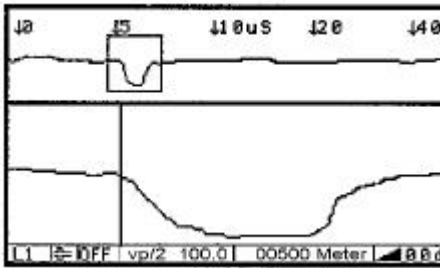

Fig. 6
- (1) Åpen krets: Åpen krets betyr at en eller begge ledere i et par har brudd eller at de er frakoblet. Dette vil forårsake en positiv refleksjon på ekkogrammet, se Fig 6.
Bruk markøren til å bevege seksjonsmerket (sort stolpe mellom de to visningene) slik at refleksjonen du ønsker å studere er lokalisert ovenfor denne stolpen. Benytt deretter den dreibare bryteren til å bevege markøren i den nedre vinduet for å plassere markøren i startpunktet der kurven til feilen lokaliseres (se Fig 6).